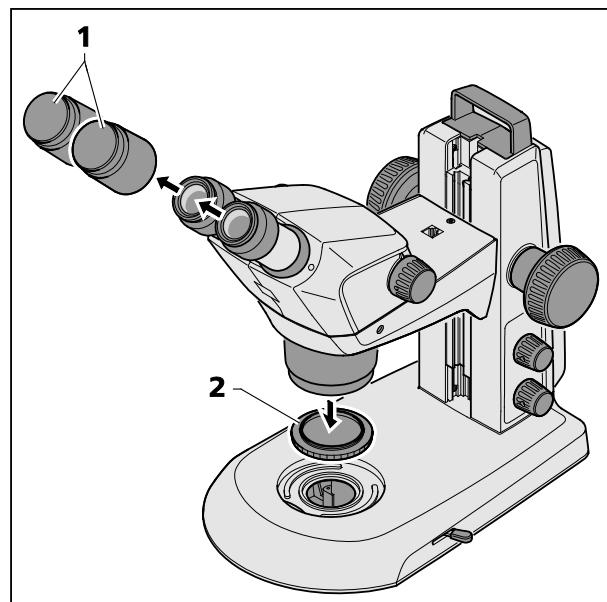

Fig. 9 Quitar las tapas de cubierta
- Sacar las dos tapas de protección de los oculares (Fig. 9/1) y quitar la tapa de protección del objetivo (Fig. 9/2).